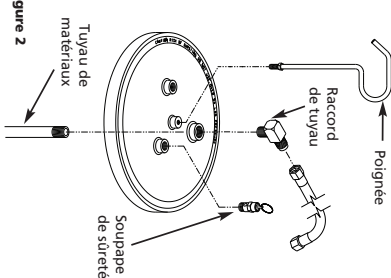

Figure 2
2. Monter la soupape de sûreté à l'orifice du couvercle de réservoir (Voir Figure 2).
4. Installer le raccord de tuyau flexible dans l'orifice du couvercle de réservoir au haut (Voir Figure 2).